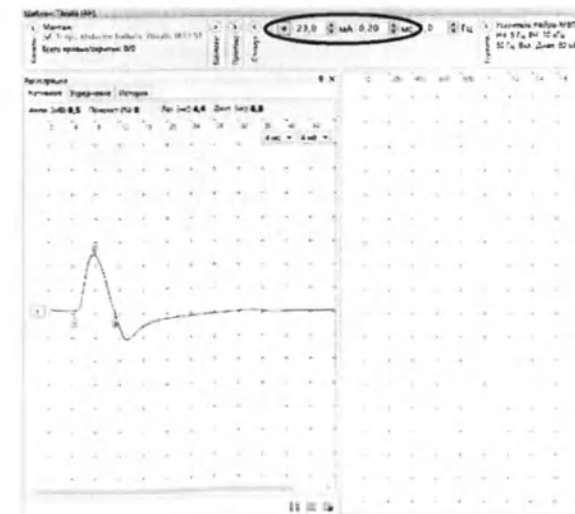

Рис. 96. Регистрация М-ответа
7. Проведите одиночную стимуляцию, постепенно увеличивая силу стимула с шагом 1 мА, до получения максимального М-ответа. Средняя сила стимула — 20–30 мА, длительность стимула — 200 мкс (рис. 96).